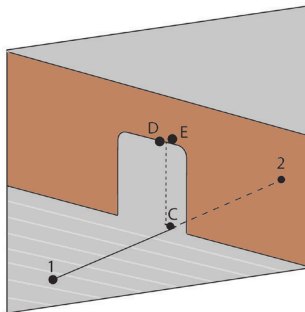

Figure 18
6. Si la distance de D à E < 1,5 mm pour une porte de 3 m, votre précision d'aplomb est conforme aux spécifications. (Figure 18)